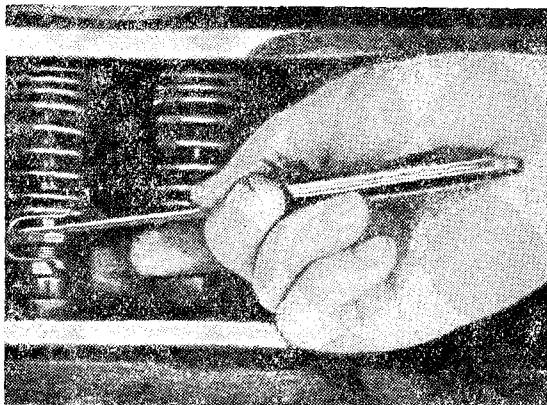

Рис. 10. Регулировка зазоров между стержнями клапанов и толкателями
8. Удаляй нагар из камеры сгорания двигателя, притирай клапаны и регулируй зазоры между стержнями клапанов и толкателями (рис. 10) через 12 000 миль (19 200 км) пробега.